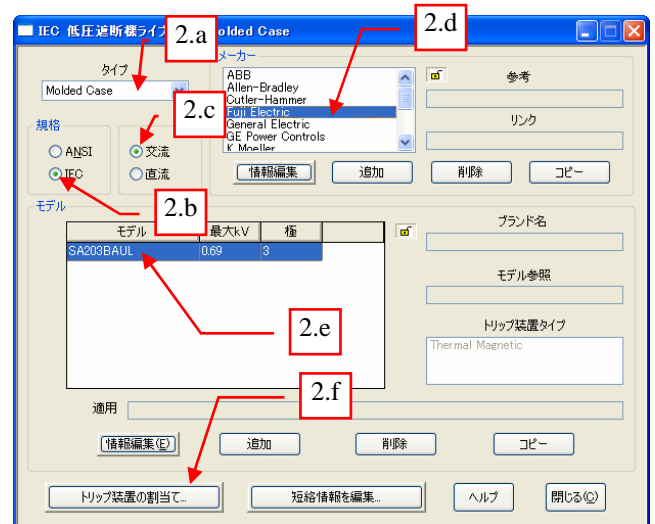

図 25
2. “[X] 低圧遮断器ライブラリ – [Y]” ダイアログボックスに以下の通り入力します。 図 25 参照